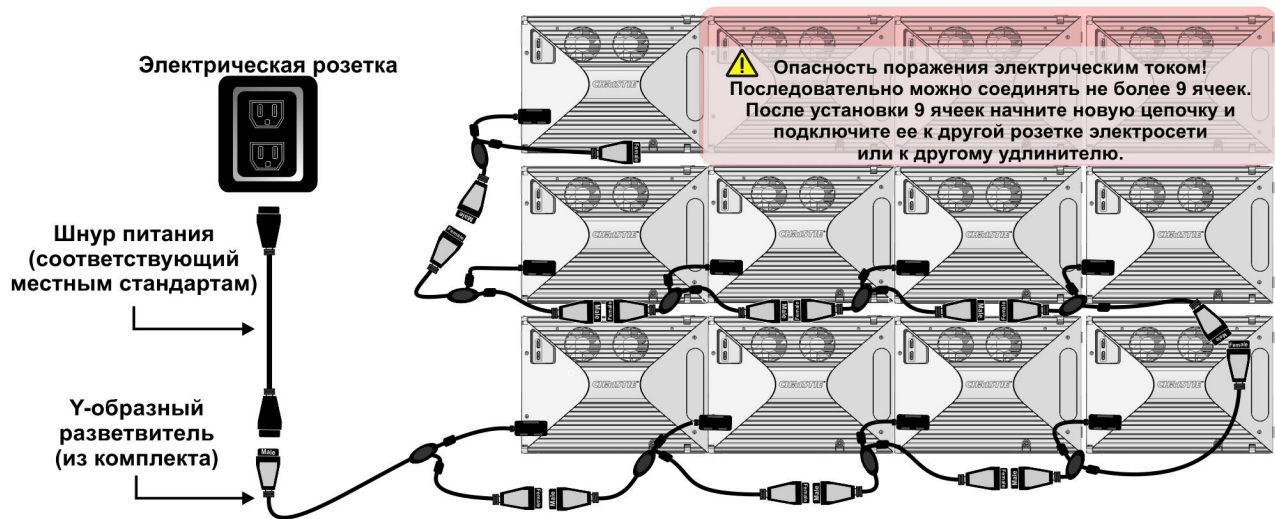

Рис. 2-17 Распределение питания в регионах, где допускается применение Y-образных разветвителей
- Каждый комплект Y-образных разветвителей (артикул 123-122106-01) содержит 9 разветвителей. К одному источнику питания подключаются несколько ячеек. Каждая цепь питания может поддерживать до 9 ячеек (Рис. 2-17).
2. Сформируйте из Y-образных разветвителей последовательную цепь, охватывающую все ячейки массива, и подключите кабель питания к розетке или удлинителю (см. **Рис. 2-17**).